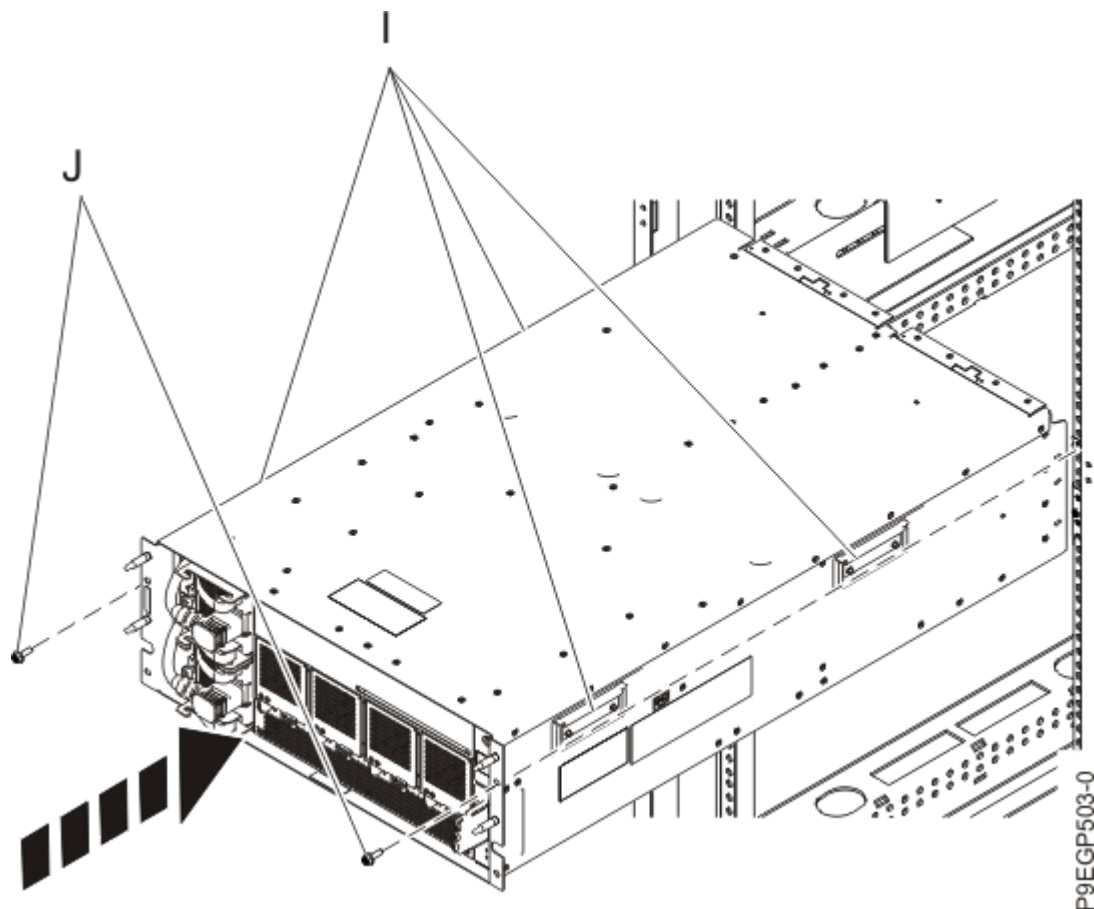

Figura 9. Instalación del cajón en un bastidor
- a) Con tres personas, haga que dos de ellas levanten las cuatro asas **(I)**, tal como se muestra en la Figura 9 en la página 14 y que la tercera se coloque delante del cajón para hacer de guía. Levante del cajón y colóquelo sobre la parte frontal de los rieles.